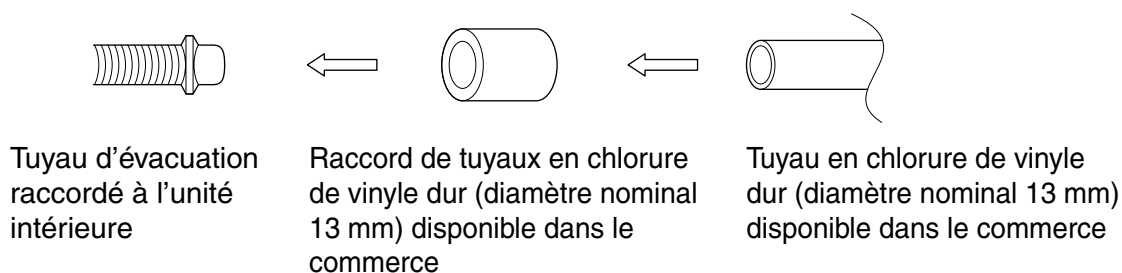

Fig. 18
- Lorsque vous raccordez directement un raccord de tuyaux en chlorure de vinyle dur (diamètre nominal 13 mm) au tuyau d'évacuation raccordé à l'unité intérieure (i.e. pour les tuyaux encastrés, etc.), utilisez un raccord de tuyaux en chlorure de vinyle dur (diamètre nominal 13 mm) disponible dans le commerce. **(Reportez-vous à la Fig. 18)**